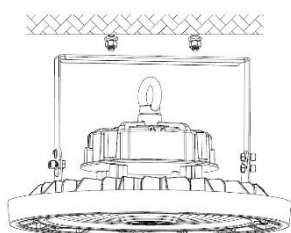

Figure 3
- 8: Le kit de surface est fourni avec des ancrages. Percez (2) trous de 10 mm dans le plafond. Utilisez le support comme modèle.
- 9: Utilisez un marteau pour marteler les ancrages fournis dans les trous. (Figure 3)